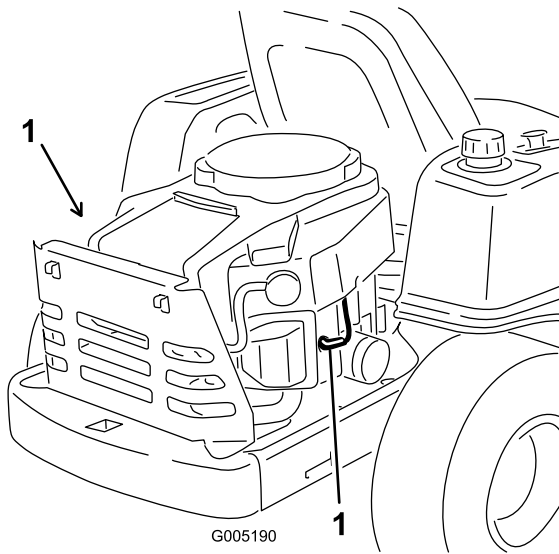

Figure 29
2. Avant de retirer la(les) bougie(s), nettoyez la surface autour de la base de la bougie pour empêcher la poussière et les débris de pénétrer dans le moteur. Débranchez les fils de la (des) bougie(s) (Figure 29).
3. Reconnectez le fil à la bougie (Figure 29).